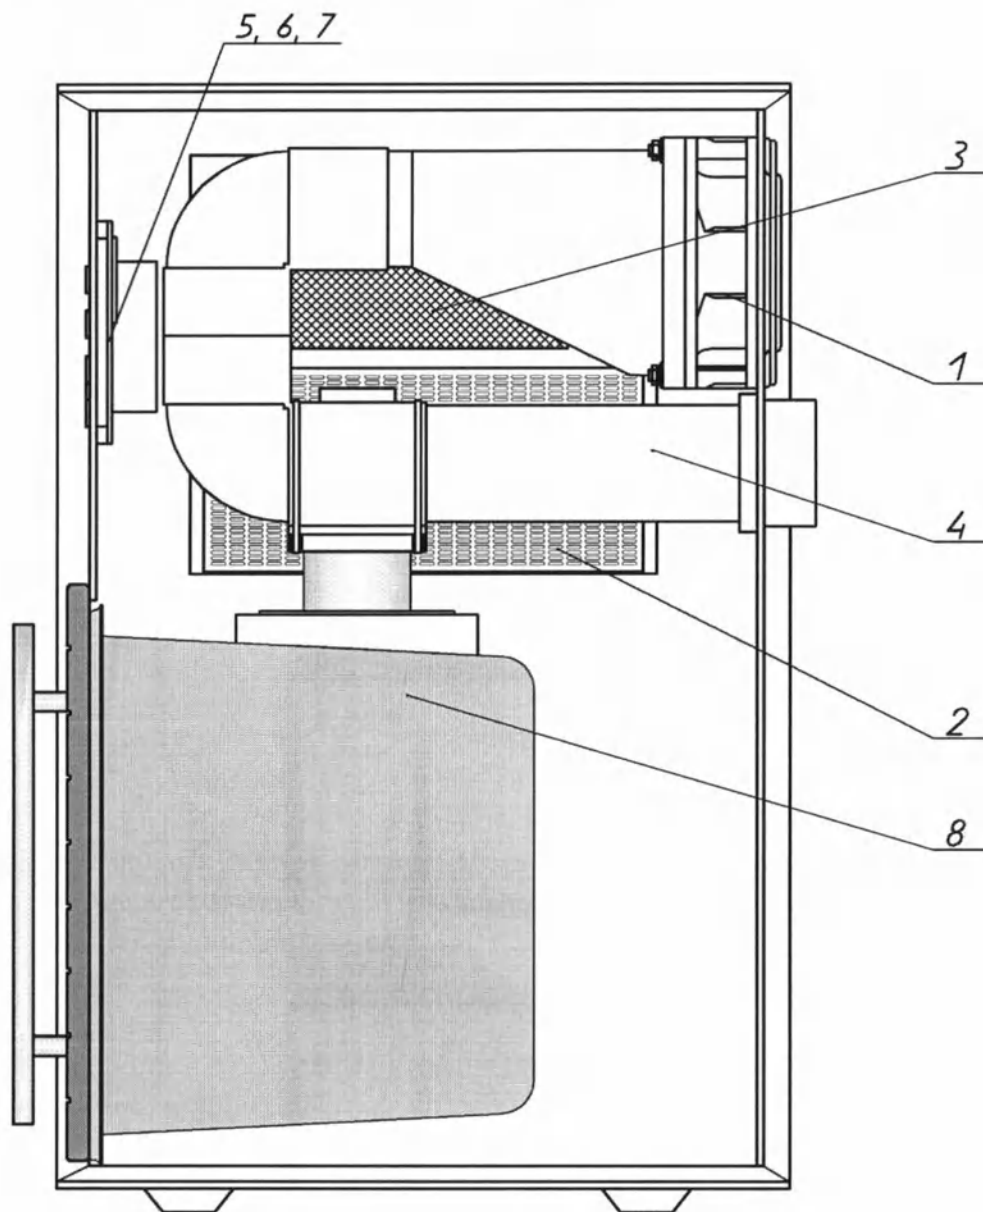

Рис. 3. Вид сбоку в разрезе
2.1.3. Конструктивно аппарат представляет собой несущий прямоугольный корпус, разделенный условно на два отсека (рис. 3).